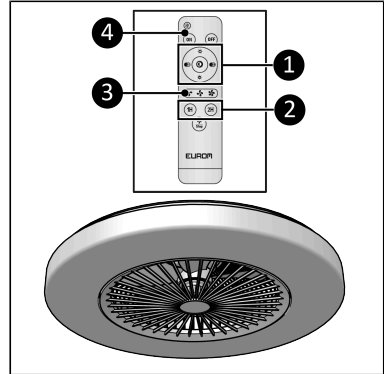

Abbildung 50.
1. Drücken Sie den LED AN-Schalter (Abbildung 50, Pos 4.).
2. Passen Sie die gewünschten Lichteinstellungen mit dem (Abbildung 50, Pos. 1) an:
1. Drücken Sie die Ventilator Drehzahl Taste, bis die gewünschte Ventilator Drehzahl erreicht ist (Abbildung 50, Pos. 3):
1. Stellen Sie mit den Tasten 1H oder 2H den Countdown-Timer ein (Abbildung 50, Pos. 2).